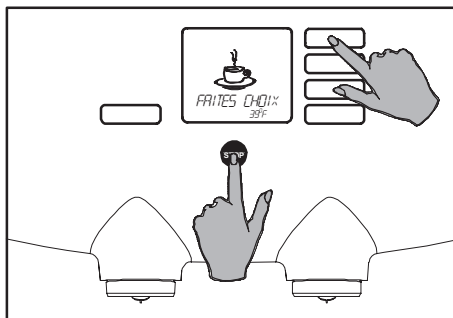
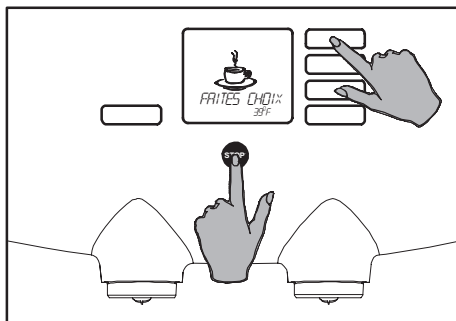

Fig. 27 Accès au menu opérateur
Fig. 29 Accès au menu opérateur
2. Appuyez ensuite sur le bouton de sélection situé tout en haut (fig. 27) ;
1. Activez le menu opérateur (fig. 29), voir également le paragraphe Accès au menu opérateur (fig. 27).